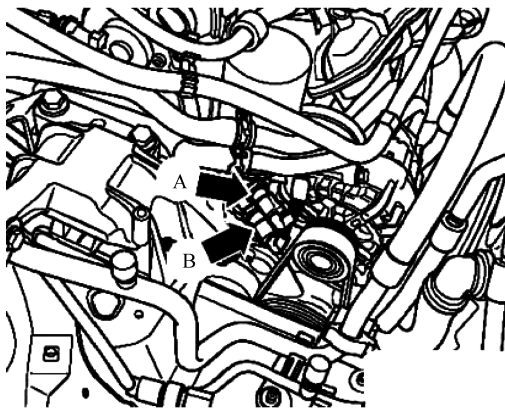

图 5-1-6 拆卸机油压力开关
① 关闭点火开关和所有用电器, 拔出点火钥匙。
② 断开蓄电池搭铁线。
③ 拆卸多楔带。
④ 拆卸发动机底部隔声护板。
⑤ 从下部旋出发电机的两固定螺栓。
⑥ 拔下机油压力防降开关(箭头 A)和机油压力开关(箭头 B)上的插头并旋出, 如图5-1-6所示。